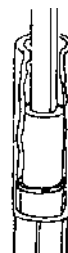
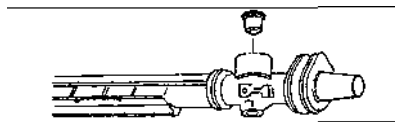

Рис. 6.20.
Рис. 6.21.
- устанавливать в картер опорную втулку рейки (рис. 6.20) и роликовый подшипник вала-шестерни (рис. 6.21) при помощи пресса и стержней подходящих размеров;